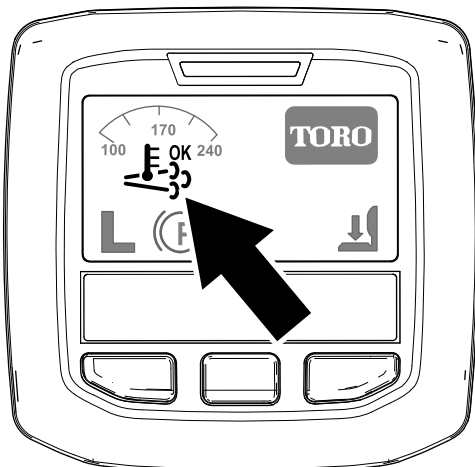

図 37
- インフォセンターに、アシスト/リセット再生アイコンが表示されます 図 37。